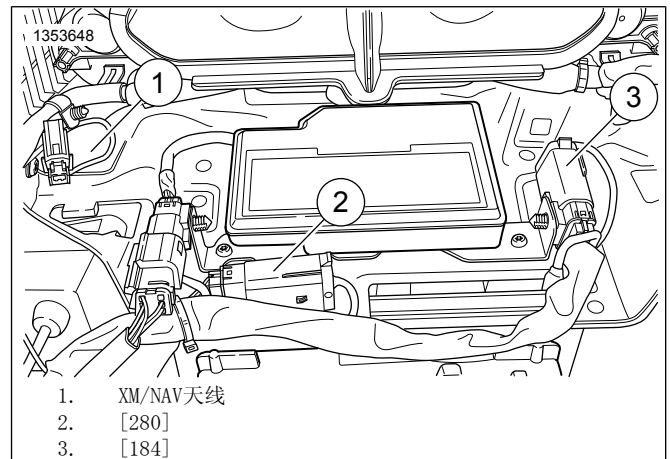

图9. 连接器重新定位
3. 参见图9。将连接器[184]和[280]的连接器固定器插入放大器支架, 并定位SiriusXM与NAV天线(如有)。